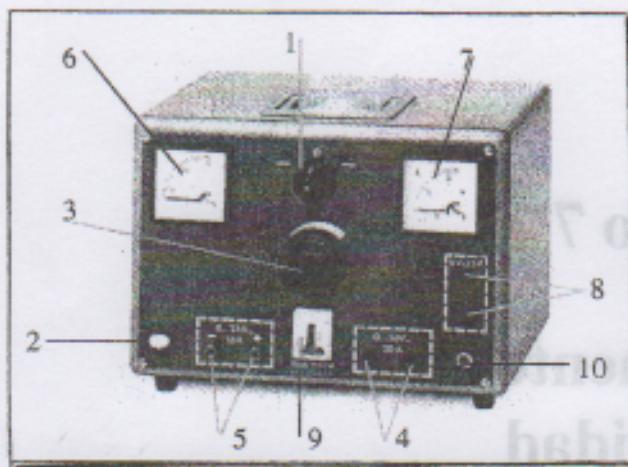

Figura 7.1: Fuente de poder
Las fuentes que utilizaremos en el laboratorio tienen forma de cajas cúbicas o de sección rectangular (ver figura 7.1). En la cara frontal aparecen los mencionados indicadores (voltímetros (6) o amperímetros (7)) y las perillas ((1) selector del tipo de corriente; (3) perilla para ajustar el valor de voltaje). En algunas, los indicadores son remplazados por una escala en torno a las perillas. Además de ésto, están los diferentes terminales de salida: los que suministran corriente directa (5) indican la polaridad de cada terminal mediante el color del mismo, que generalmente es rojo para el terminal positivo y negro para el terminal negativo; o bien,